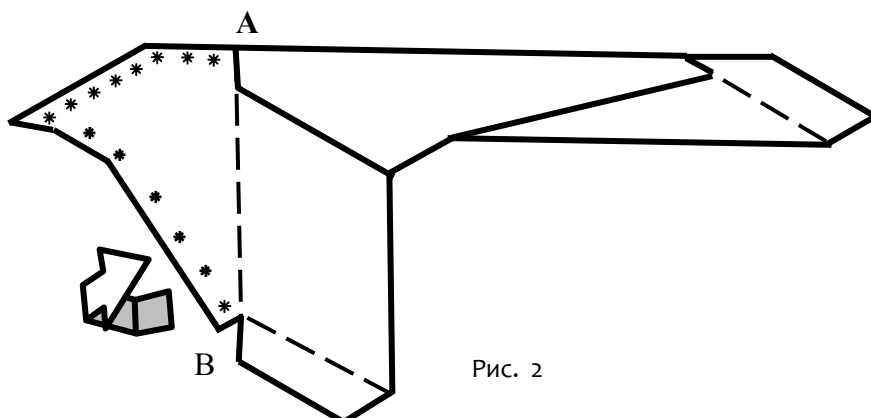

Рис. 2
2. Повторить отгиб и приклейку по линии А-В (рис.2)